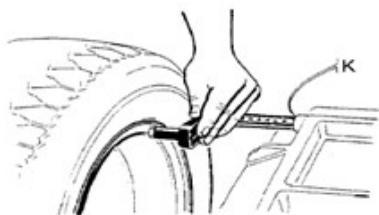

Fig.1
- Stel de "a"-waarde in : beweeg de meter naar de meetpositie zoals getoond in Fig.1 houd de meter ongeveer 4 seconden in deze positie als de en breng de meter dan terug naar de 0-positie.